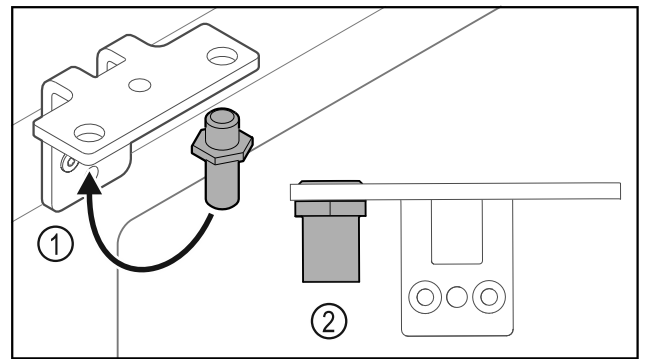

Fig. 31
- ▶ Aseta saranakulman pultti Fig. 31 (1) toiseen paikkaan.
- ▶ Kiristä pultti Fig. 31 (2) **vääntömomentilla 12 Nm**.